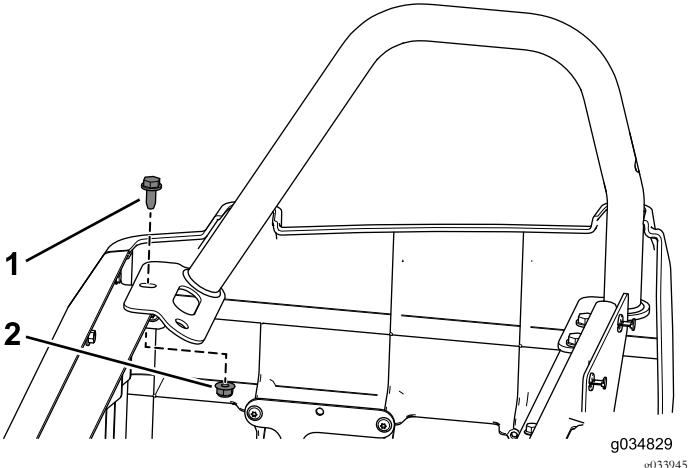

Рисунок 53
- Удалите передний фланцевый болт и фланцевую гайку на правом правом ограничителе для бедра (Рисунок 53).